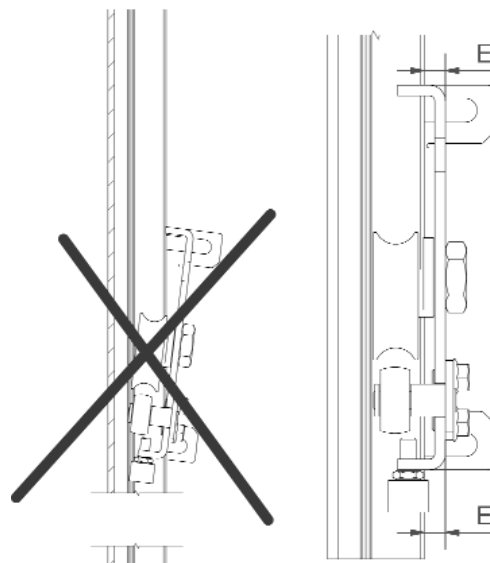

Fig. 17
- Comprobar la alineación midiendo las cotas E **Fig.17** en el lado derecho e izquierdo del carro: deben coincidir.